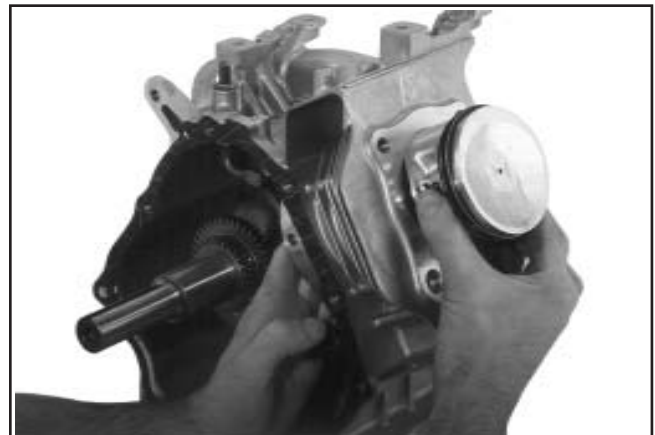

Figure 9-85. Retirer le piston.
2. Retirer prudemment la bielle et le piston du trou du cylindre. Voir la figure 9-85.